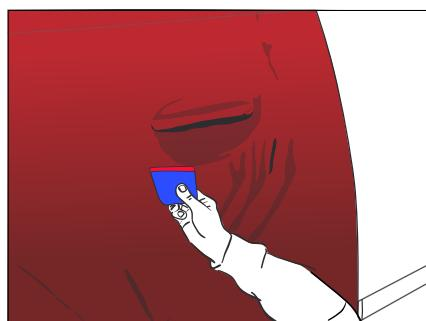

Figure 20
- › Tendre le film sur le passage des poignées et vérifier avec la raclette que vous faites le tour des poignées. (FIG. 20)